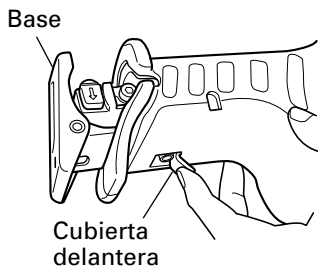

Fig. 12
(1) Levante la cubierta hacia arriba, tal como se indica en la Fig.12.